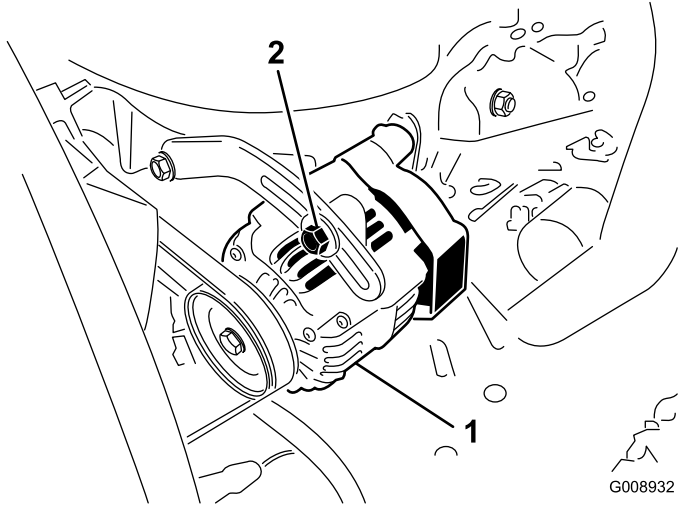

图46
2. 如果下压不是 10mm 请松开发电机固定螺栓 (图46)。